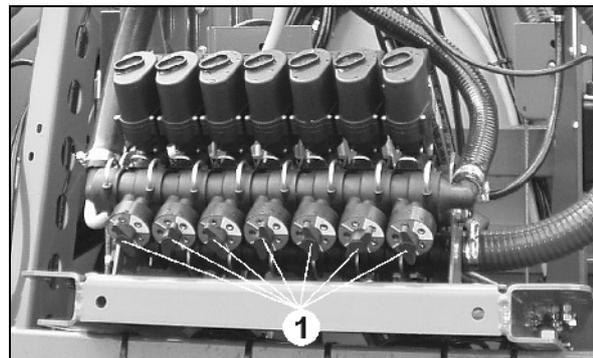
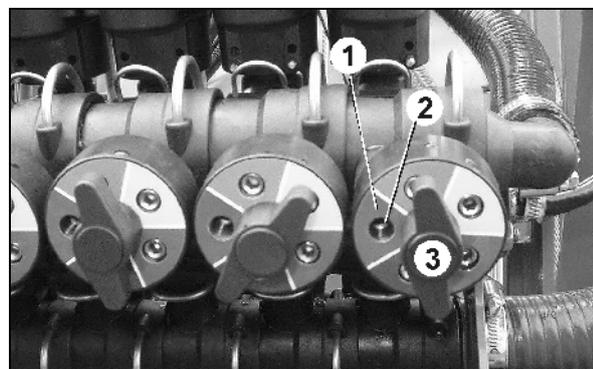

Fig. 3
Fig. 4
7. Los campos marcados de colores de los discos preselectores de presión constante (Fig. 3/1) corresponden a los colores de las toberas respectivas. El campo de color de la tobera seleccionada tiene que apuntar hacia la izquierda. (Fig. 4/1).
8. Preajustar la grifería con los tornillos prisioneros (Fig. 4/2).
- o Girar el tornillo prisionero (Fig. 4/2) del dispositivo de presión constante asignado a esta válvula para anchos parciales hasta que el indicador de presión de rociado señalice de nuevo una presión exacta de 4 bar. Abrir a continuación este ancho parcial.
10. Una vez preajustada la presión constante para cada tobera, basta con girar el disco de preajuste hacia el color asignado a la tobera para restablecer la presión constante tras un recambio de la misma. Aflojar a tal efecto la tuerca de mariposa (Fig. 4/3), extraer y girar el disco de presión constante, apretar la tuerca de mariposa.